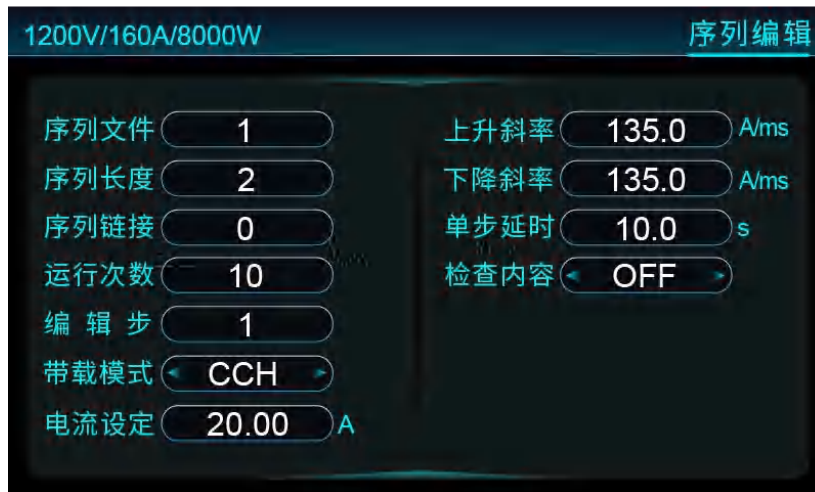

图 5-32 编辑工步 1
- 9、选择“单步延时”设定为“10.0s”。编辑工步 1 如图 5-32 所示。